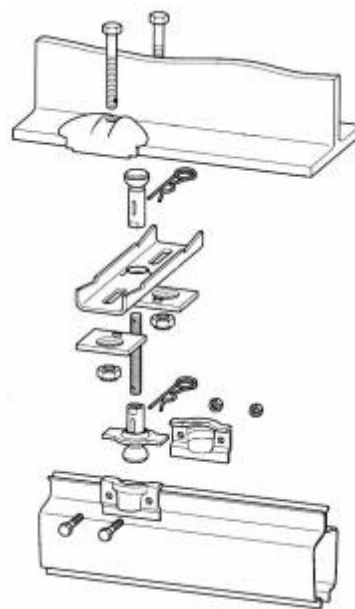

图 6
- 根据安装需要如果螺纹吊杆必须缩短截断时，则在螺杆端部必须再加工一个新的横向孔。横向孔的直径及距端部的距离为：JKBK I：直径为 3.2mm，距离为 5mm。JKBK II：直径为 4.0mm，距离为 6mm。（轨道吊架结构见图 6）